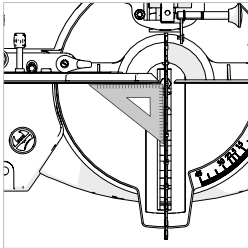

Abb. 13
- Stellen Sie das Zeichendreieck auf den Tisch, wobei ein kurzes Ende auf dem Tisch und das andere kurze Ende am Sägeblatt anliegt (nicht an den TCT-Spitzen). **(Abb. 13)**